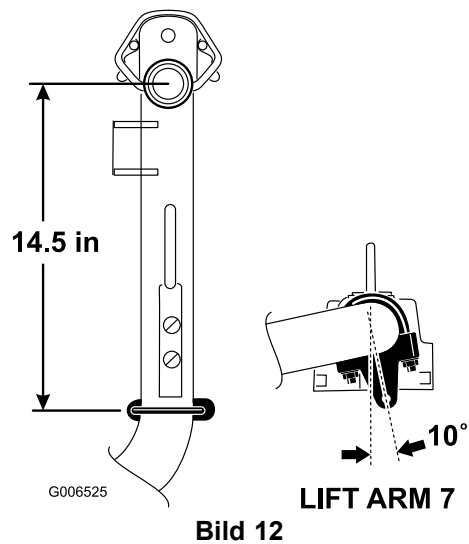

Bild 12
- Positionieren Sie die Halterungen und U-Schrauben an den Hubarmen Nr. 6 und Nr. 7 37 cm hinter der Mittellinie des Kreuzgelenks (Bild 12). Drehen Sie die Halterungen um 10 Grad zur Außenseite der Maschine.